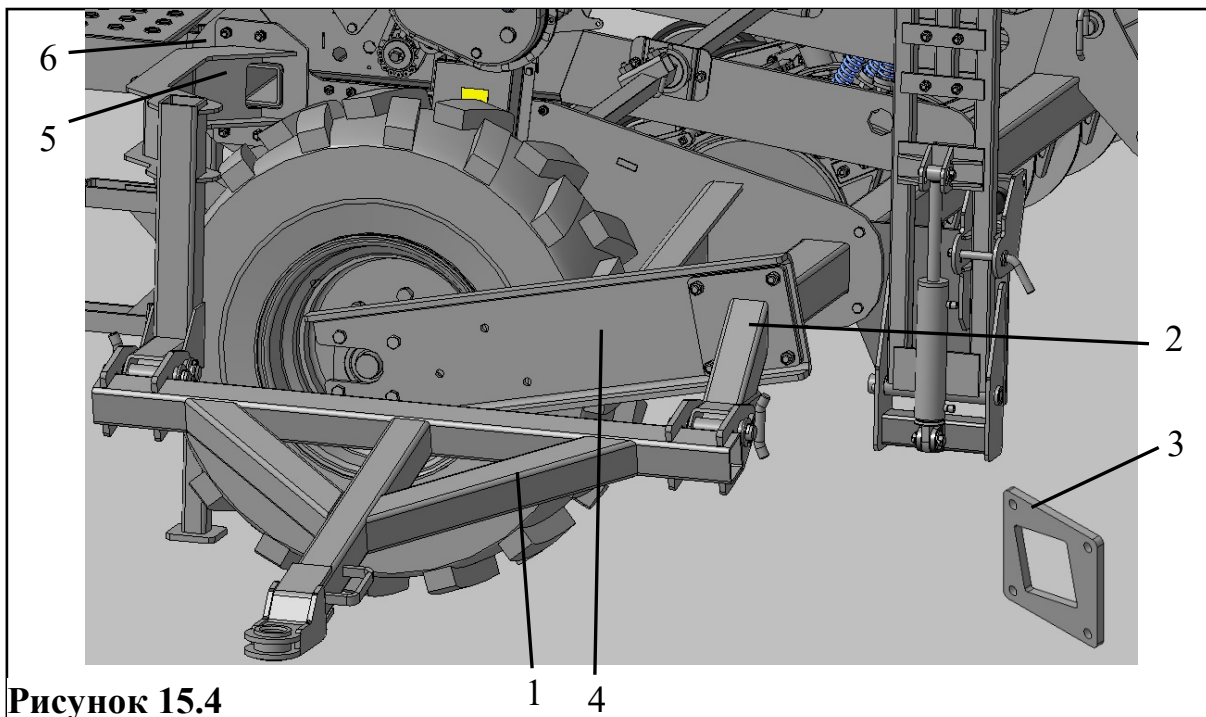

Рисунок 15.4
14) Установить дышло (1) на раму с правой стороны сеялки по ходу движения (рис. 15.4). Между кронштейном (2) и швеллером (4) рамы установить дистанционную пластину (3). Стянуть их болтами М16х60.88 с гайками М16-6Н.8 и гроверами. Кронштейн (5) и боковину (6) рамы стянуть болтами М12х40.88 с гайками М12-6Н.8 и гроверами.